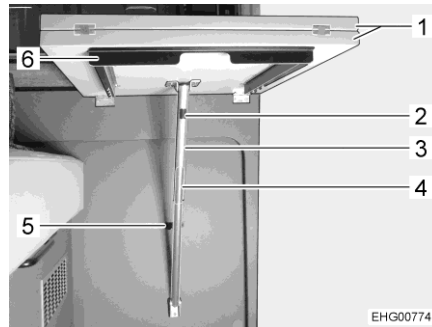
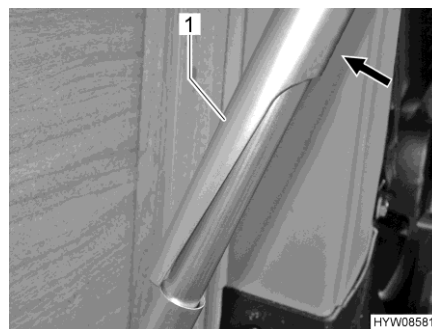

Bild 53 Hängetisch (zusammengeklappt)
Bild 55 Stützfuß (entriegelt)
- Stabilisierungsrahmen (Bild 53,6) herausziehen (falls vorhanden).
- Stabilisierungsrahmen (Bild 53,6) hineinschieben (falls vorhanden).
- Tischplatten (Bild 53,1) leicht anheben.
- Obere Strebe (Bild 53,3 bzw. Bild 55,1) nach hinten drücken. Dazu auf schwarze Fläche (Bild 53,2) drücken.
- Tisch nach unten klappen. Dabei schiebt sich die obere Strebe über die untere Strebe (Bild 53,4).
- Stütze in die Wandhalterung (Bild 53,5) drücken.